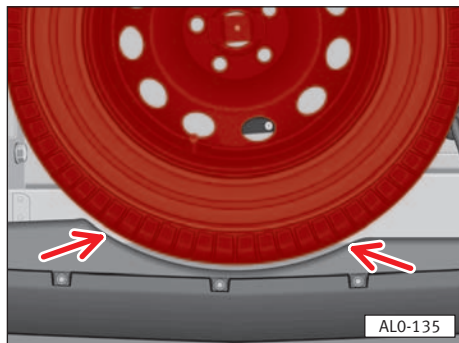

Fig. 173
- Coloque la rueda detrás del vehículo como se indica en la **fig. 173**.
- Girando hacia la derecha el tornillo del piso del maletero con la llave de ruedas, subir la rueda en su fijación situada debajo del vehículo. **Tener en cuenta que la rueda de repuesto quede colocada en el hueco (flechas) del paragolpes** ⇒ **fig. 173**.